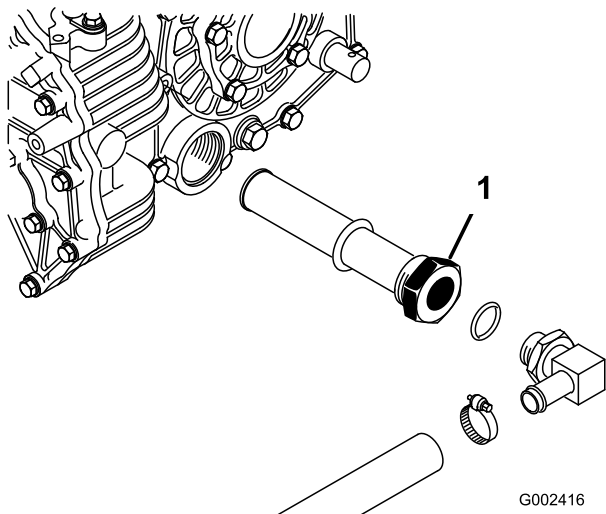

Figura 70
5. Reinei orientarea furtunului hidraulic i a fittingului de 90° conectat la sita de pe partea laterală a rezervorului (**Figura 70**).